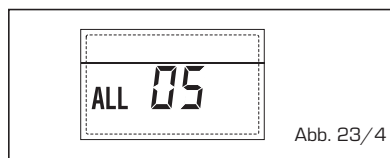

Abb. 23/4
– BBLOCKIERUNG FLAMME "ALL 06" (Abb. 23/5)